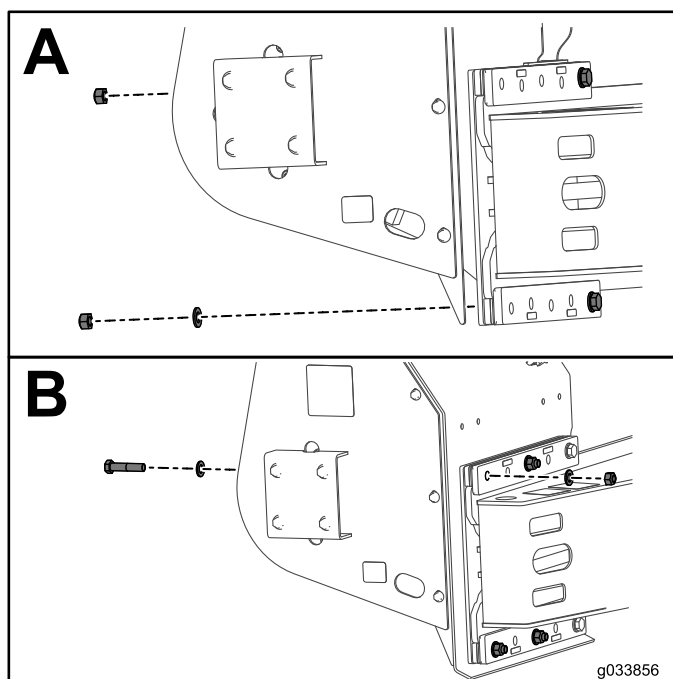

Рисунок 5
11. Закрепите верхний болт контргайкой, как показано на виде А на Рисунок 5.
12. Закрепите нижний болт шайбой и контргайкой, как показано на виде А на Рисунок 5.